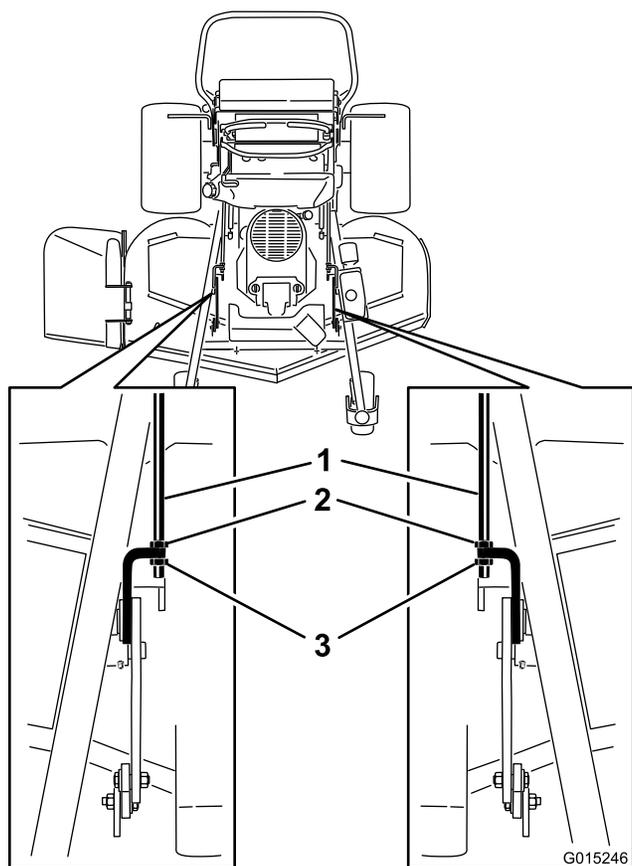

Figura 86
2. Desaperte as porcas dianteiras e traseiras nas barras de ajuste (Figura 86).
3. O peso da plataforma do cortador deve estar distribuído pelos três blocos de madeira (Figura 86). O rebordo traseiro da plataforma do cortador está
6. Se as dimensões não estiverem correctas, ajuste as porcas da frente e de trás em cada lado para obter a distância correcta da dianteira para a traseira (Figura 86).